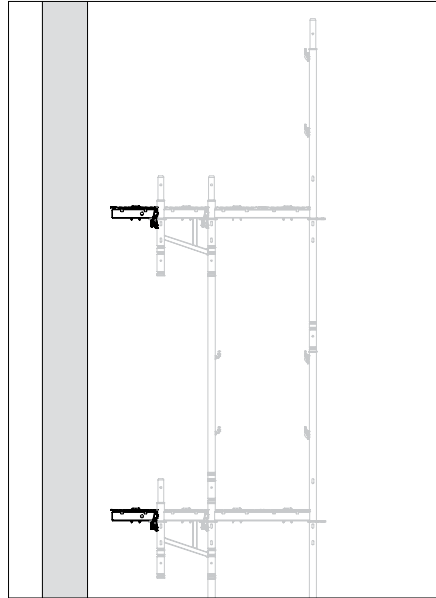

Abb. D1.05
3. An Mittelfeldern Auflage UC 33 (61) als abbaubare WDVS-Innenkonsole in  $\frac{3}{4}$ -Rosette der Konsole ECM montieren. (Abb. D1.05 + D1.05a)
- In Auflagen ECB 33 Stahlbeläge EDS (30).